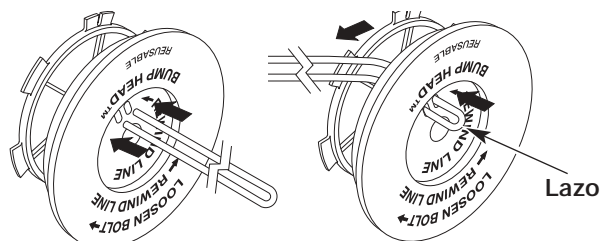

Fig. 36
6. Tome aproximadamente 6 m (18 pies) de nueva línea de corte, enlázela en dos longitudes iguales. Inserte cada extremo de la línea a través de uno de los dos orificios del carrete interior (Fig. 36). Pase la línea a través del carrete interior de modo que el lazo sea lo más pequeño posible.